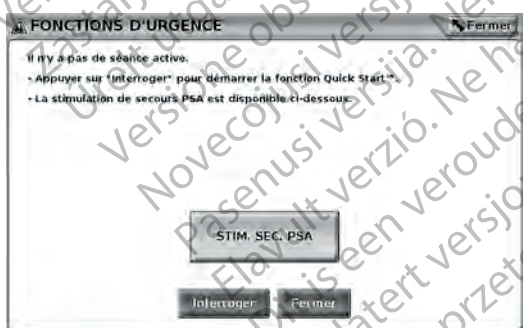

Figure 12. Le bouton STIM. SEC. PSA rouge surgit en dehors de toute session du GI avec le logiciel PSA s'exécutant
- En l'absence de communication avec un GI, un bouton d'interrogation s'affiche avec un texte incitant l'utilisateur à effectuer un Quick Start pour tenter d'identifier le dispositif (se reporter à la Figure 12 Le bouton STIM. SEC. PSA rouge surgit en dehors de toute session du GI avec le logiciel PSA s'exécutant en page 32) Une fois dans une session avec un dispositif
Pendant une session PSA seulement (sans GI interrogé), la même boîte de dialogue s'affiche alors avec le bouton STIM. SEC. PSA (se reporter à la Figure 12 Le bouton STIM. SEC. PSA rouge surgit en dehors de toute session du GI avec le logiciel PSA s'exécutant en page 32).